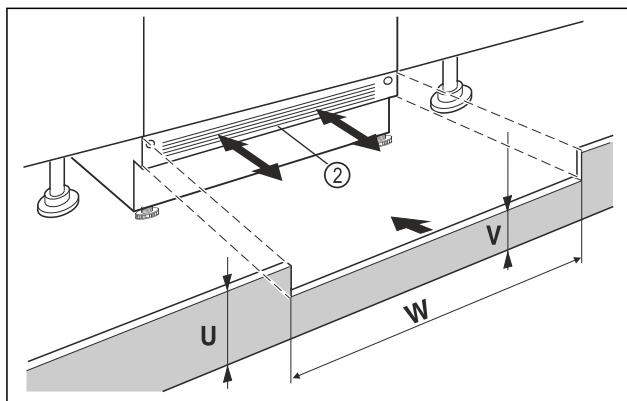

Fig. 40 Príkladné zobrazenie
- ▶ Nasadíte podstavcový kryt zariadenia Fig. 40 (2), ale ešte ho neupevňujete.
- ▶ Pri viditeľnom podstavcovom kryte Fig. 40 (2) tento potiahnite dopredu tak ďaleko, aby predná hrana vetracej mriežky a podstavcového krytu nábytku tvorili jednu rovinu.
- ▶ Pri zakrytom podstavcovom kryte Fig. 40 (2) tento posuňte úplne dozadu.
- ▶ Dávajte pozor na úplne voľnú ventiláciu štrbinu: V prípade potreby prirežte výšku podstavcového krytu nábytku Fig. 40 (U)!
- ▶ Pozdĺž šírky výklenku Fig. 40 (W) prispôbte výšku medzisteny Fig. 40 (V) pod podstavcovým krytom zariadenia Fig. 40 (2).